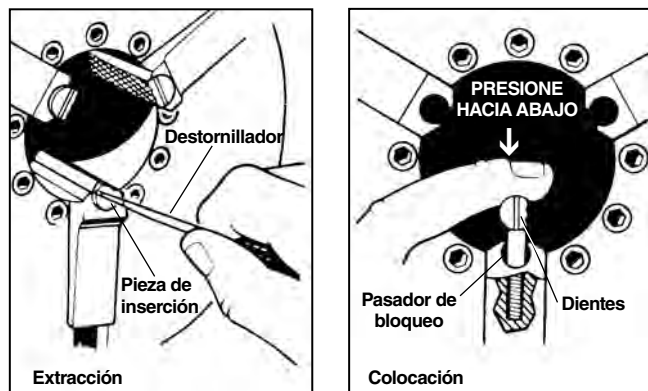

Figura 33 – Cambio de las piezas de inserción de la mordaza
1. Coloque un destornillador en la ranura de la pieza y gire 90 grados a izquierda o a derecha. Extraiga la pieza de inserción (Figura 33).
2. Coloque la pieza de inserción de lado sobre el pasador de bloqueo y presione hacia abajo lo más que pueda (Figura 33).